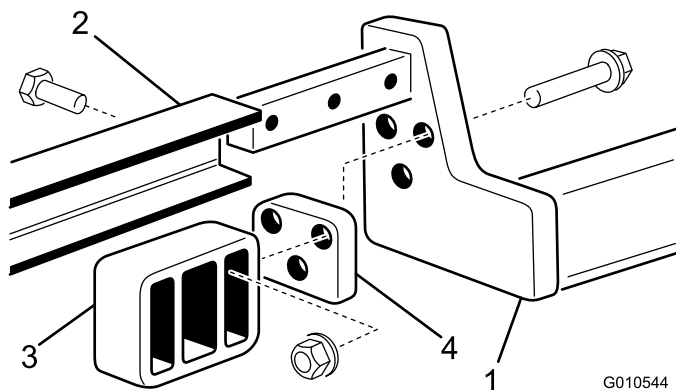

Figure 6
3. Installez un berceau arrière à chaque bras de relevage à l'aide de 3 boulons, entretoises et écrous à embase, comme illustré (Figure 6).
4. Faites glisser le bâti porteur sur les bras de relevage en prenant soin d'aligner les trous de montage. Fixez chaque côté du bâti porteur aux bras de relevage à l'aide de 3 boulons (1/2 x 1-1/2"). Serrez le boulon à un couple de 95 à 108 Nm (Figure 6).